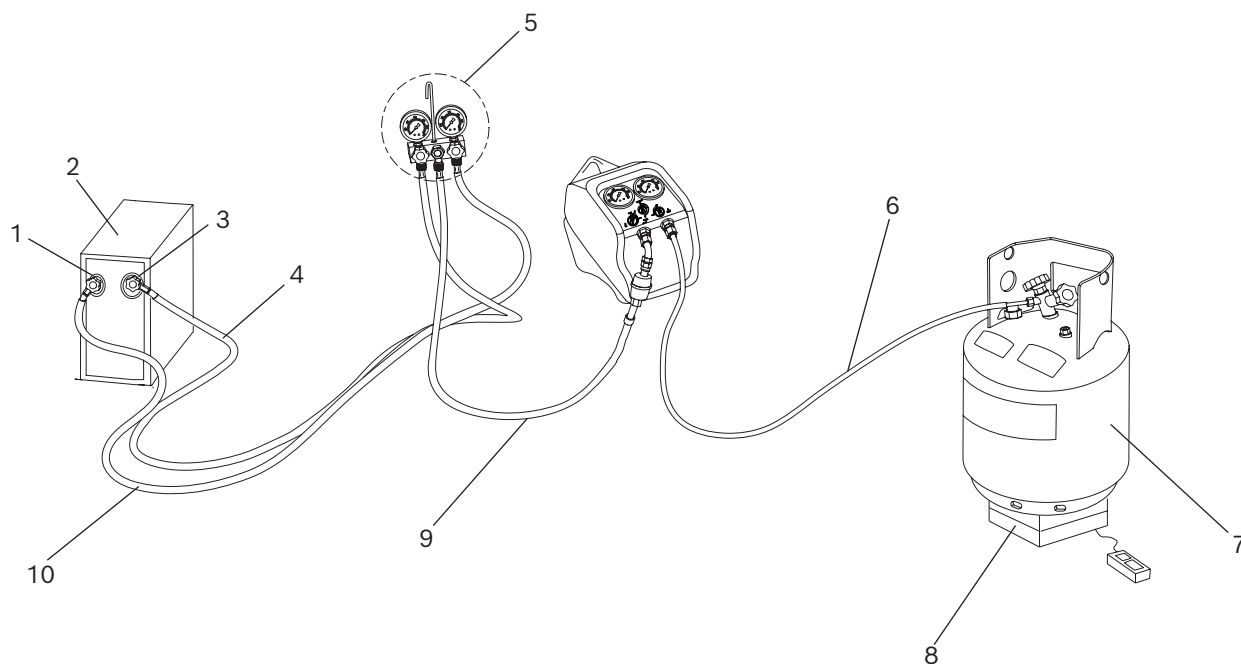

Abb. 3: Normale Absaugung
3. RG4.0 an die zu wartende Anlage anschließen (gemäß Abb. 3).